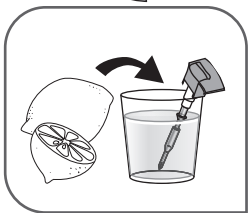

Fig. 19
- Hagyja a rudat 4 óra keresztül egy pohár fehér ecetben vagy természetes citromlében – **fig.19.**